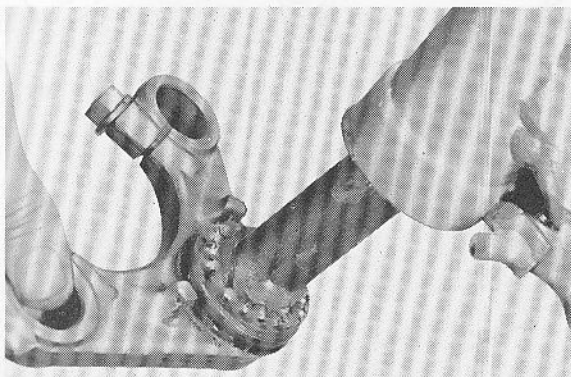

Fig. 5-7-11
2. Grease the lower ball race of the bottom assembly and arrange the balls around it. Then apply more grease. (Fig. 5-7-11)
2. Graisser la bague de roulement inférieure en bout de l'assemblage et disposer les billes tout autour. Ensuite appliquer encore de la graisse. (Fig. 5-7-11)